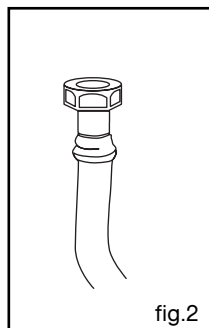

fig.2
- Desserrez les vis du serre-câble (fig.2).
- Introduisez le câble d'alimentation par le côté du capot et dans le serre-câble situé à droite du bornier. (Reportez-vous au tableau de la page précédente pour le choix de la section du câble) (fig.2).
- Raccordez les fils du câble conformément au schéma ci-contre (fig.2). Tous les brins des fils d'alimentation doivent être emprisonnés sous les vis. Le fil de terre couleur vert-jaune doit être relié à la borne \oplus .
- Vissez à fond les vis du bornier et vérifiez le branchement en tirant sur chaque fil (fig.2).
- soit par un raccord rigide (tuyauterie en cuivre) (fig. 2).
- Dévissez à l'aide de la clé fournie les injecteurs situés dans le fond de chaque pot et ôtez-les (fig. 2).